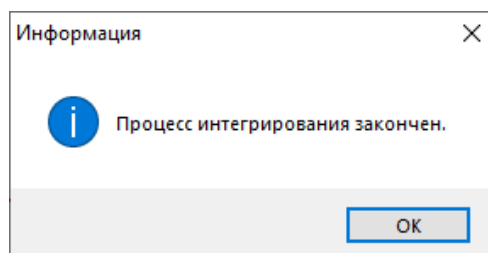

Рис. 16. Окно информации о завершении процесса интегрирования
- б. После окончания процесса моделирования в появившемся окне **Информация** нажмите **ОК**, рис. 16. Программа перейдет в режим паузы процесса моделирования.